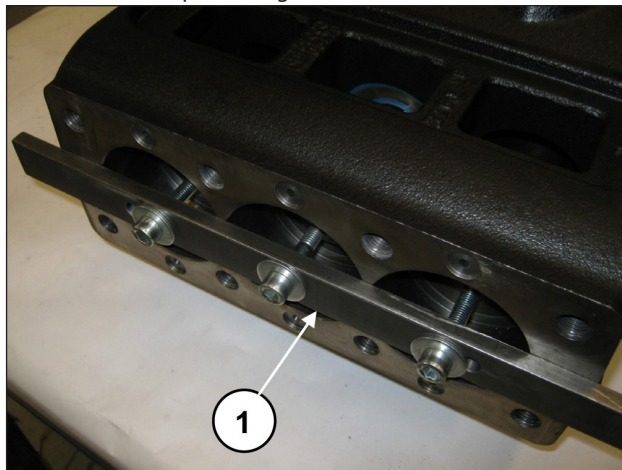

Fig. 19
Fare avanzare completamente le semibielle nella direzione della parte idraulica per consentire la fuoriuscita dell'albero a gomiti. Per facilitare l'operazione utilizzare l'apposito attrezzo (cod. 27566200), (pos. ①, Fig. 19).